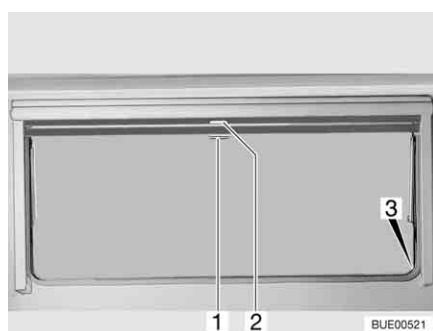

Fig. 86 Fenêtre projetante
- Tirer le store occultant vers le bas en le maintenant par la poignée (Fig. 86,2). Lorsque le store occultant est complètement fermé, l'accrocher des deux côtés du cadre de la fenêtre dans le dispositif de blocage (Fig. 86,3).
- Lorsque le store occultant est complètement fermé : Appuyer sur la poignée (Fig. 86,2) vers le bas tout en la tirant légèrement vers l'intérieur. Décrocher à droite et à gauche le store occultant du dispositif de blocage du cadre de la fenêtre.
- Si le store occultant se trouve dans une position intermédiaire : Tirer la poignée (Fig. 86,2) vers le bas jusqu'à ce que le dispositif de blocage se débloque.
- Tirer la moustiquaire par la poignée (Fig. 86,1) vers le bas et l'accrocher des deux côtés sur le cadre de la fenêtre dans le dispositif de blocage (Fig. 86,3).
- Appuyer sur la poignée (Fig. 86,1) vers le bas tout en la tirant légèrement vers l'intérieur. Décrocher à droite et à gauche la moustiquaire des dispositifs de blocage du cadre de la fenêtre.